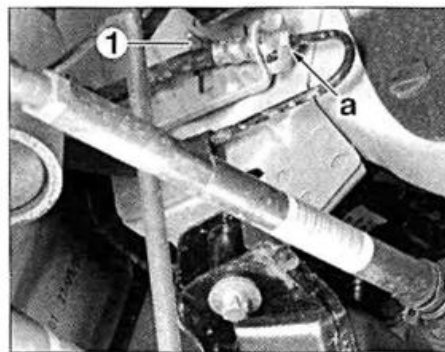

FIG. 7
- Separar el rácor tubo en "a" (fig. 7).